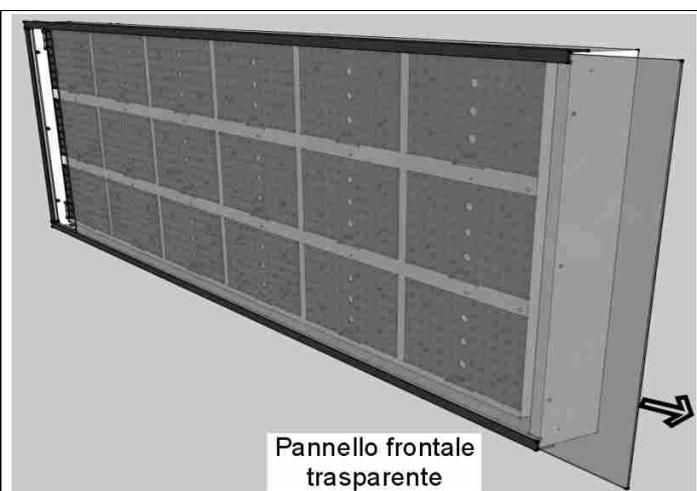

Fig. 11: Estrazione del pannello frontale
3. Estrarre il pannello frontale trasparente (Fig. 11).